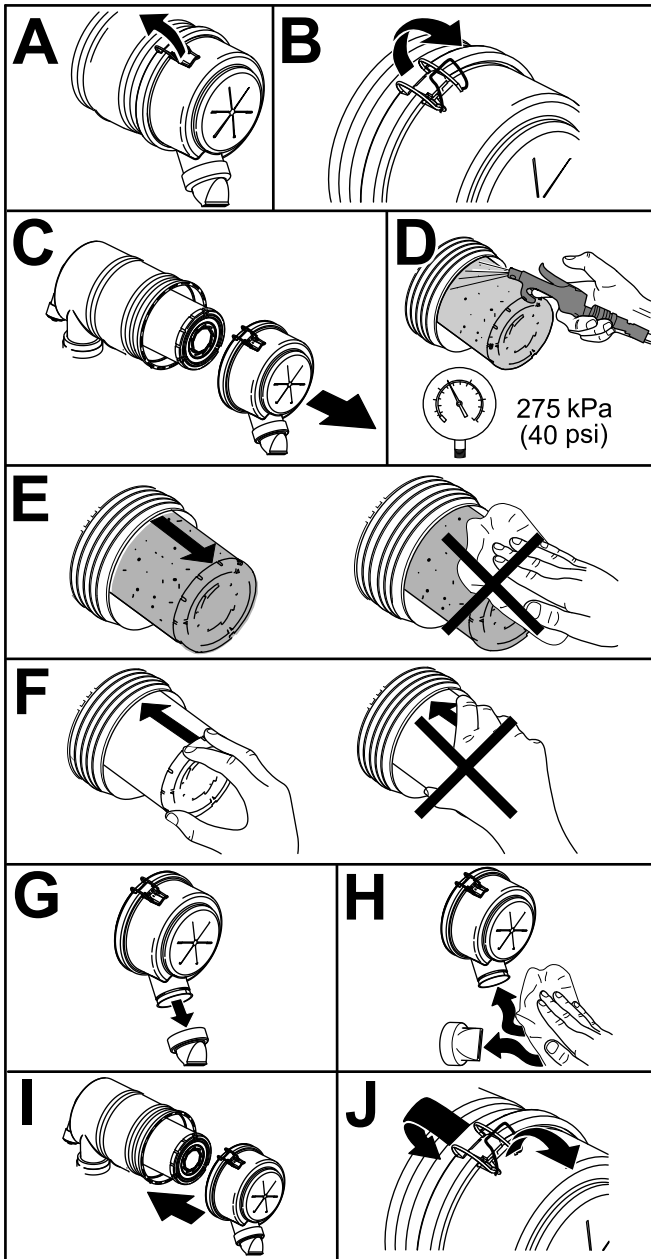

Figura 46
1. Cambie el elemento primario del limpiador de aire (Figura 46).